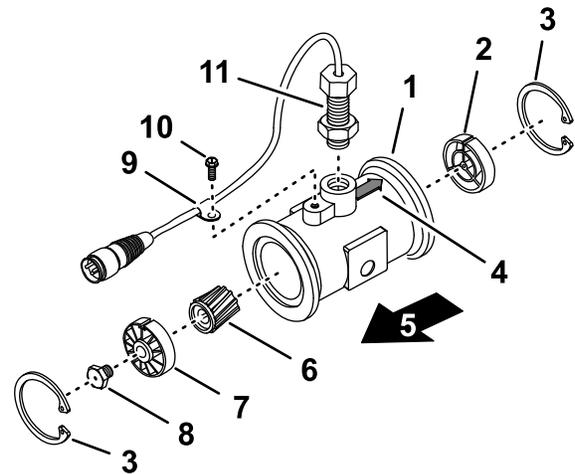

Figura 106
3. Retire o anel de retenção do lado superior (Figura 106).